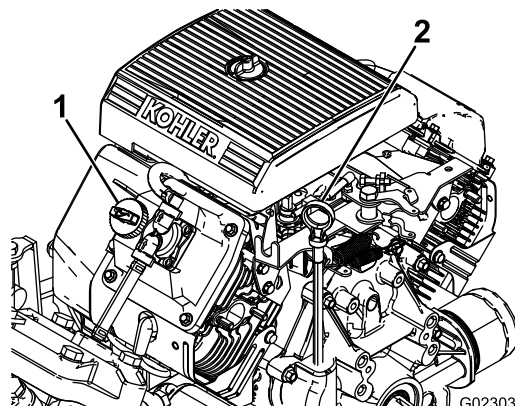

Figura 11
2. Togliete l'asta di livello ed asciugatela con un panno pulito (Figura 11).
4. Se l'olio è insufficiente, togliete il tappo di rifornimento dal coprialvola (Figura 11) e versate l'olio nel foro finché non raggiunge il segno di PIENO sull'asta; il tipo di olio e la viscosità adatti sono riportati nella sezione Cambio dell'olio motore \(pagina 51\).